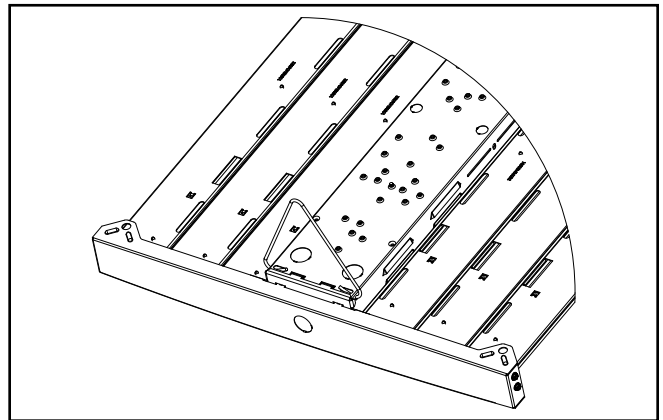

Figura 3.
2. Inserte el Soporte de suspensión en V en las ranuras de montaje abiertas en la luminaria y cierre el gancho con unas pinzas para bloquearlo en la luminaria. (Figura 3.)